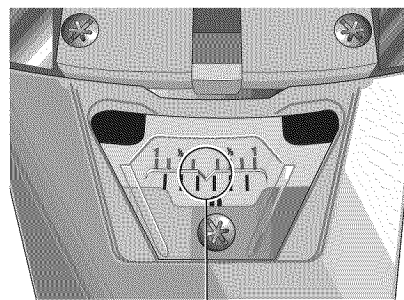

FIG. V2
2. Régler l'angle d'onglets au degré entier près voulu en alignant le repère central sur l'échelle à vernier, illustrée à la figure V1, le numéro de degré entier est gravé sur l'échelle à onglets. Examiner de près la figure V2, le réglage montre un onglet de 24 degrés à droite.
3. Pour régler le quart de degré restant, presser le dispositif de blocage du bras d'onglet, puis déplacer le bras à DROITE de manière à ce que le repère du vernier pour 1/4 degré s'aligne avec le repère du degré LE PLUS PRÈS de l'échelle à onglets. Dans cet exemple, le repère du degré le plus près sur l'échelle à onglets se trouve être celui de 25 degrés. La figure V2 montre un réglage d'onglet de 24,5 degrés à droite.